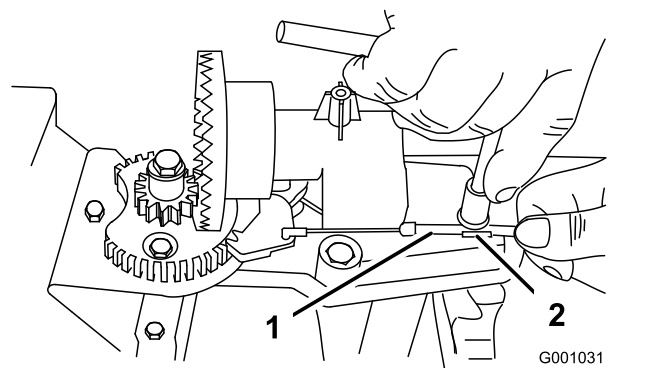
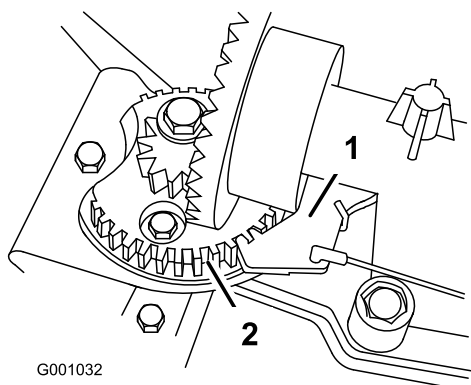

Рисунок 40
Рисунок 41
2. Ослабьте затяжку болта на хомуте троса (Рисунок 40).
3. Захватите канал троса и перемещайте его по направлению к передней части машины до тех пор, пока фиксатор желоба выброса снега не войдет полностью в зацепление с зубьями шестерни (Рисунок 40 и Рисунок 41).
Примечание: Фиксатор подпружинен и под действием пружины стремится войти в зацепление с зубьями шестерни (Рисунок 41).